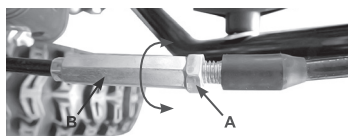

Рис.13
- Для регулировки троса включения шнека необходимо ослабить контргайку (А) и вращая поводок (В) по часовой или против часовой стрелки установить необходимую длину троса. Затем затянуть контргайку (А) Рис.13.